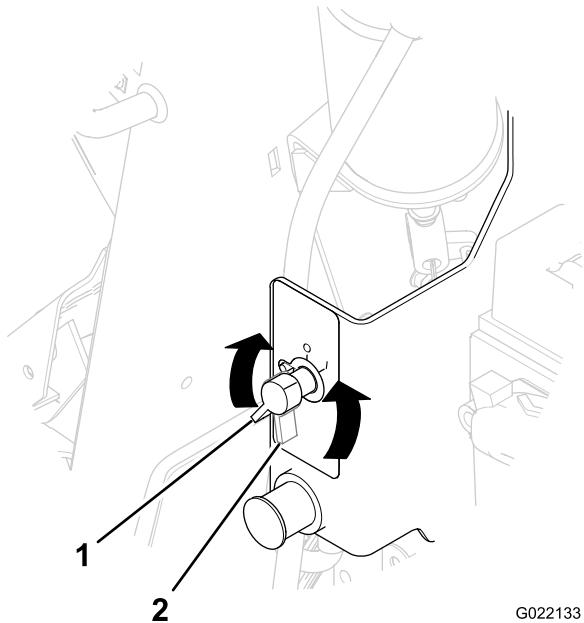

Figure 60
- Tournez le sectionneur de batterie dans le sens antihoraire en position désactivée (Figure 60).